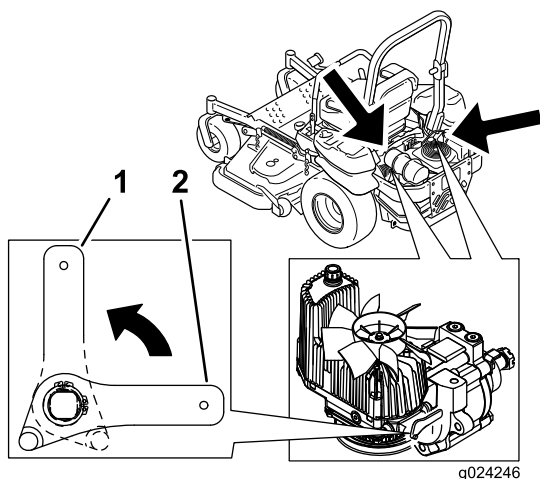

Figura 33
2. Ruotate verticalmente le leve delle valvole di rilascio per spingere la macchina. L'olio idraulico bypassa quindi la pompa, consentendo alle ruote di girare (Figura 33).
4. Ruotate orizzontalmente le leve delle valvole di rilascio per guidare le macchina (Figura 33).